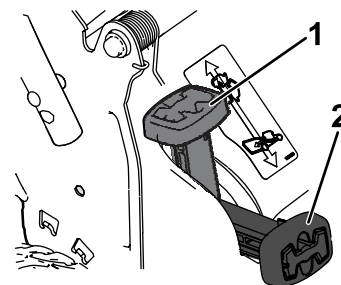

Figura 14
- **Para ensacar los recortes de hierba y hojas,** presione el botón de la palanca de ensacado a demanda y mueva la palanca hacia delante hasta que salte el botón de la palanca (Figura 14).